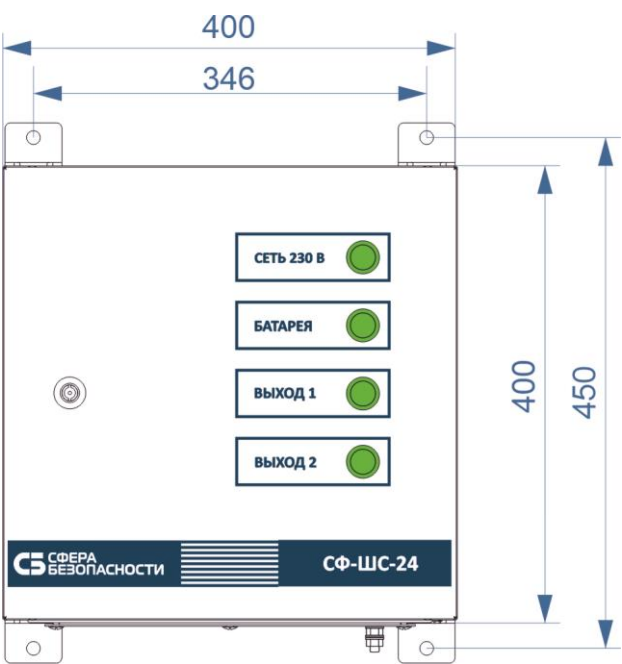

Рисунок 5
- 7.1. Подключение производить согласно схеме соединений (рис. 5) из Приложения 2.